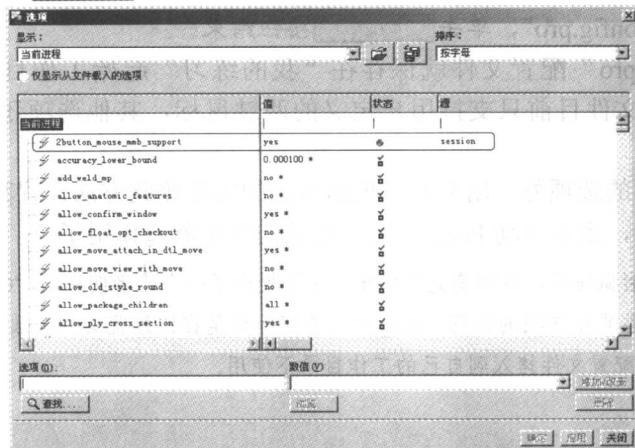

图1-10 单击【应用】按钮后的【选项】对话框
- 3 在【当前进程】下选择“2button\_mouse\_mmb\_support”选项，在【数值】栏选“yes”，单击【增加/改变】按钮后，单击【应用】按钮，结果如图 1-10 所示。